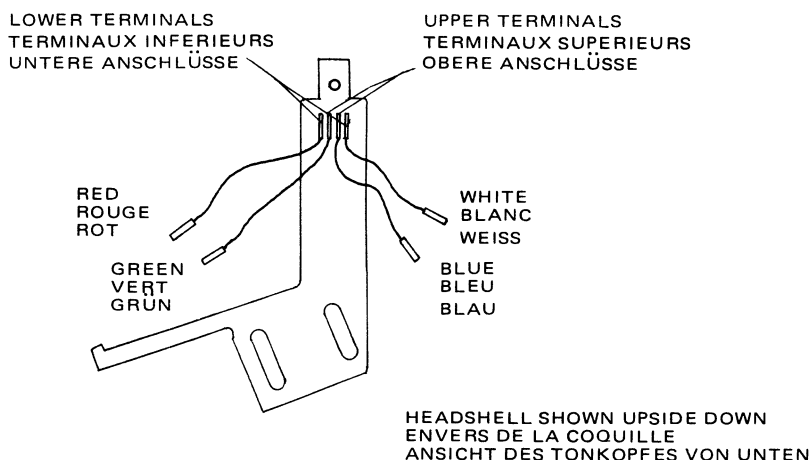
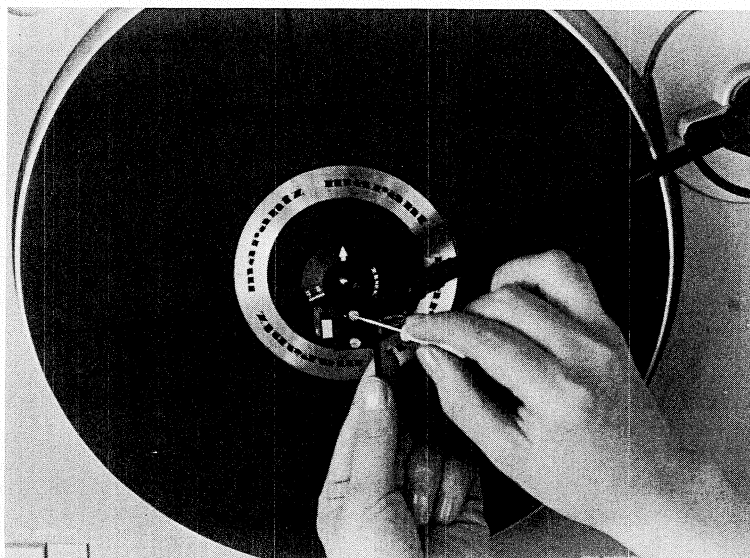

Fig. 1
Fig. 2
After the wires are connected insert the mounting screws through the plastic washers, through the top of the cartridge shell, and through the mounting tabs on the cartridge itself. Then attach the two nuts, just tight enough to hold the cartridge (it is likely they will have to be loosened again for the stylus overhang adjustment). Figure 1 shows the correct placement of the wires to the headshell in case they are accidentally removed. Figure 2 shows the correct method of attaching the headshell onto the tonearm.
La figure 1 montre l'emplacement correct des fils sur la coquille si par hasard ils étaient retirés accidentellement. La figure 2 montre la méthode correcte pour attacher la coquille au bras de lecture.
Nachdem die Kabelschuhe der Anschlußdrähte auf das System aufgesteckt wurden, stecken Sie die Plastikunterlegscheiben auf die Montageschrauben und diese von oben durch den Systemhalter und dann durch die Montageöffnungen des Systems selbst. Danach befestigen Sie die beiden Muttern gerade soweit, daß das System festgehalten wird, da noch eine nachfolgende Justage des Magnetsystems erfolgen muß. Abb. 1 zeigt die korrekte Anordnung der Anschlußdrähte im Tonkopf, sollten sie sich einmal gelöst haben. Abb. 2 zeigt die korrekte Vorgehensweise der Anbringung des Tonkopfes auf dem Tonarm.
3. Referring to Figure 2, place the stylus tip over the line corresponding to 17 mm on the 45 RPM adaptor. It is all right for stylus to gently touch the adaptor for checking purposes, but do not exert any downward pressure on it or the stylus may be damaged.
3. En vous référant à la figure 2, mettez l'aiguille sur la ligne correspondant à 17 mm sur l'adaptateur 45 T. Un contact léger sur le centreur 45 tours n'endommage pas l'aiguille, mais n'exercez pas une pression verticale sur l'aiguille qui serait alors endommagée.
3. Schauen Sie sich Abb. 2 genau an und stellen Sie die Nadelspitze auf die Linie, die 17 mm auf dem Adapter entspricht, ein. Dabei kann die Nadel leicht den Adapter berühren, um die Genauigkeit der Einstellung zu überprüfen, jedoch darf die Nadelspitze nicht gedrückt werden, um Beschädigungen zu vermeiden.